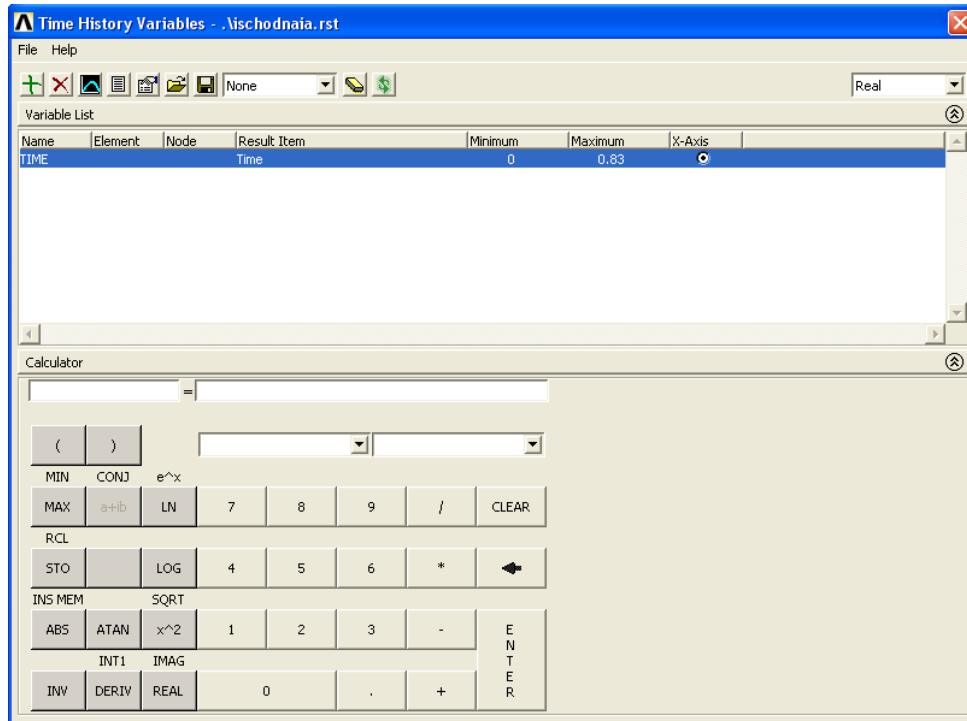

Рисунок 94. Окно *Time History Variables*
- При нажатии на кнопку *Time-History Variable Viewer*  появляется окно *Time History Variables* (Рисунок 94), с помощью кнопочного меню которого можно: